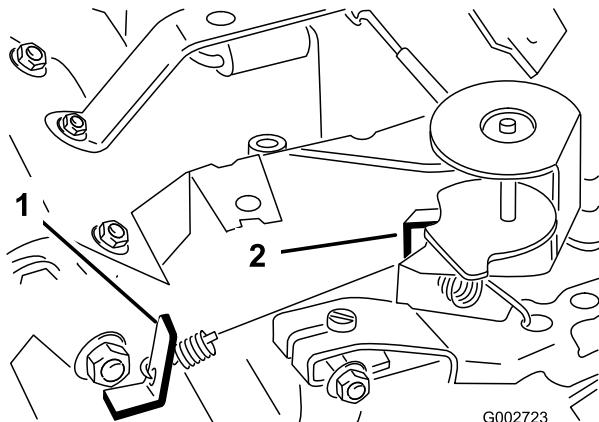

図 29
3. 調速アイドル・スプリング・アンカーの耳(図 29)を曲げて、エンジン速度を 1750 ± 50 RPM に調整する。タコメータで速度を確認する。
5. スロットル・コントロールを FAST 位置とする。高速アイドル・スプリング・アンカーの耳(図 29)を曲げて、エンジン速度を 3150 ± 50 RPM に調整する。